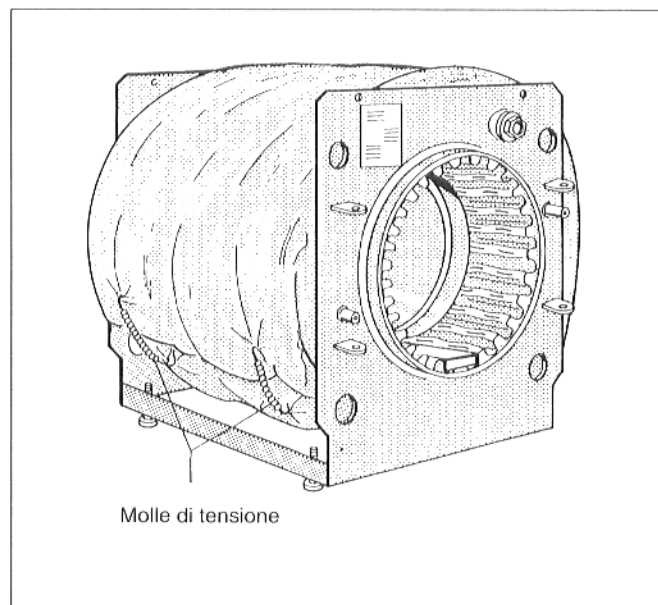

Fig. 7
- Fissare il materassino isolante con 2 molle di tensione (Fig. 7).